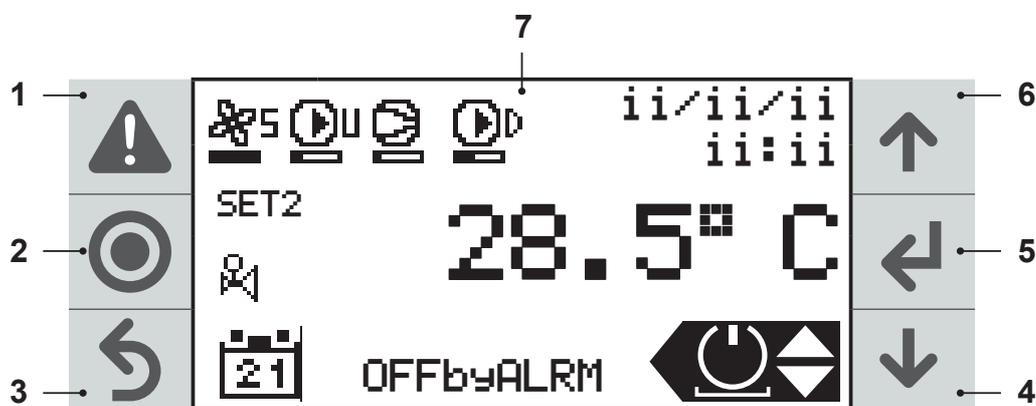

Figura 5.1
- premere il tasto 2 in Figura 5.1;
- premere il tasto 5 (Figura 5.1) per accedere al menu "programmazione"
- premere i tasti 4 o 6 (Figura 5.1) per selezionare la voce che interessa.